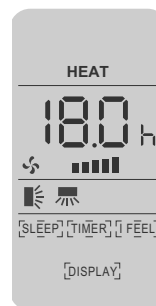

figura 2
5. Segue exemplos do painel com o Temporizador Ligado (figura 1), e Temporizador Desligado (figura 2).